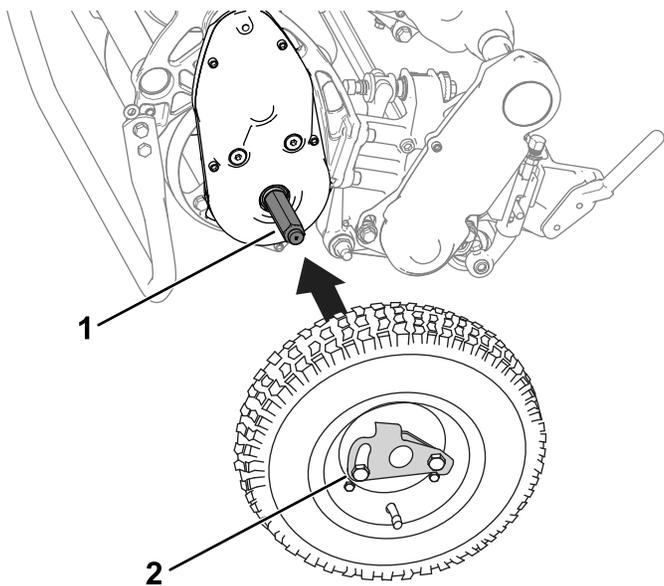

図 25
2. アクスルに車輪を取り付ける **図 25**。
3. ロッキングクリップ 図 25を開き、タイヤを奥に押し込む。